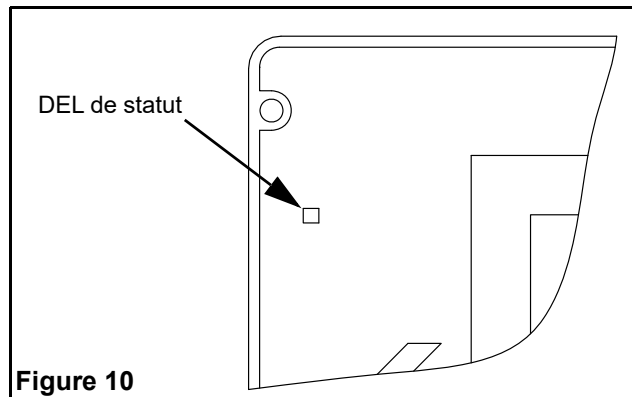

Figure 10
- Mettre le C.A. sous tension. La lampe témoin de mise en circuit C.A. (AC On) et l'enseigne s'illumineront. (voir fig. 10).
Le diagnostic automatique utilise un DEL rouge externe qui indique si une alarme est détectée (voir fig. 10), ce qui signifie que l'unité devra être inspectée.
The diagnostic function uses an external red LED indicator. Service is required if the red LED is present indicating that an alarm condition is detected (See fig. 10).